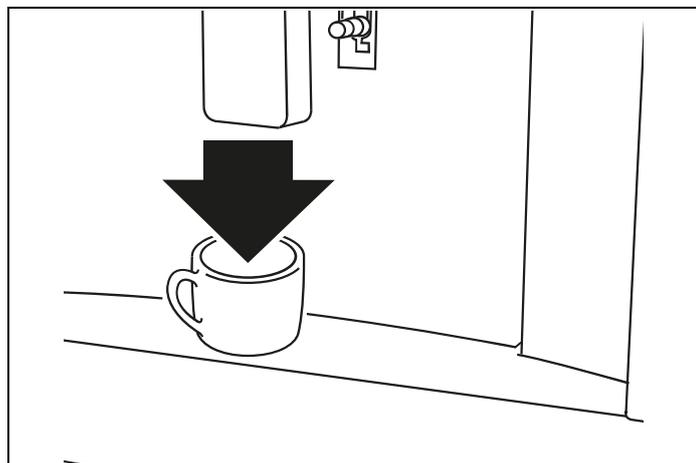

Fig. 25
- 3) Abaissez le bec verseur pour qu'il soit le plus près possible de la tasse (Fig. 25) : cela permet d'obtenir une meilleure crème ;
- 4) Placez une tasse sous les becs à café (A13) (Fig. 25).